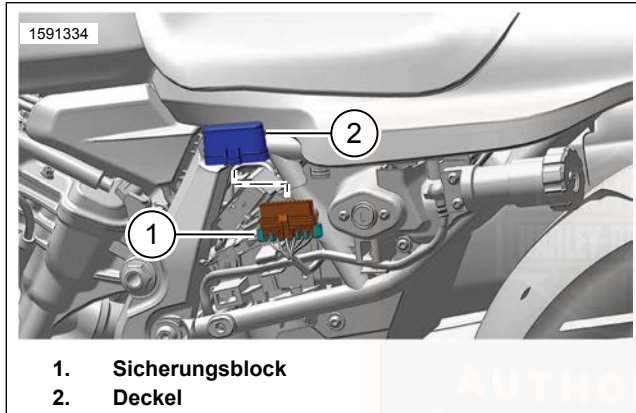
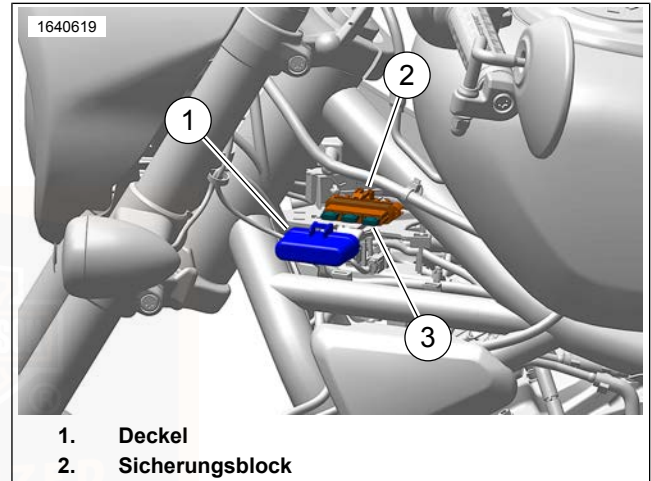

Abbildung 100. Lage des Sicherungsblocks (RH1250S)
Abbildung 101. Lage des Sicherungsblocks (RH975/S)
Siehe Abbildung 100 oder Abbildung 101 . Der Sicherungsblock befindet sich unter der linken Seitenabdeckung.
3. Siehe Abbildung 100 oder Abbildung 101 . Die Abdeckung vom Sicherungsblock entfernen.
1. Siehe Abbildung 100 oder Abbildung 101 . Die Sicherungsblockabdeckung einbauen.